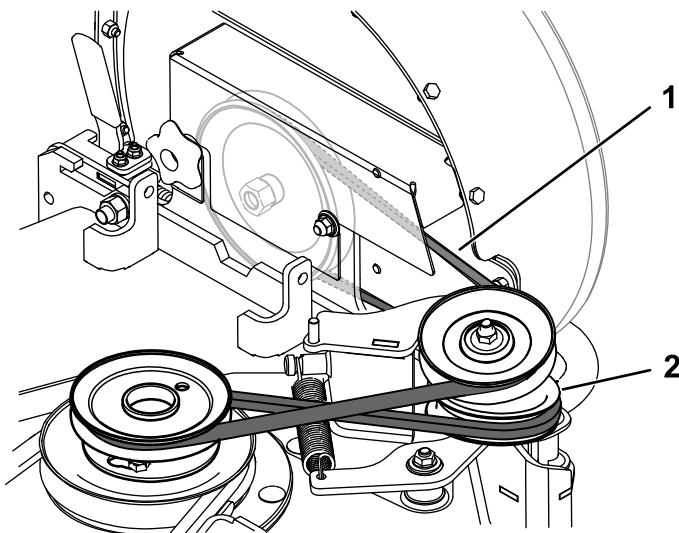

Bild 26
6. Ziehen Sie an der gefederten Spannscheibe, um die Riemenspannung zu lösen (Bild 26).